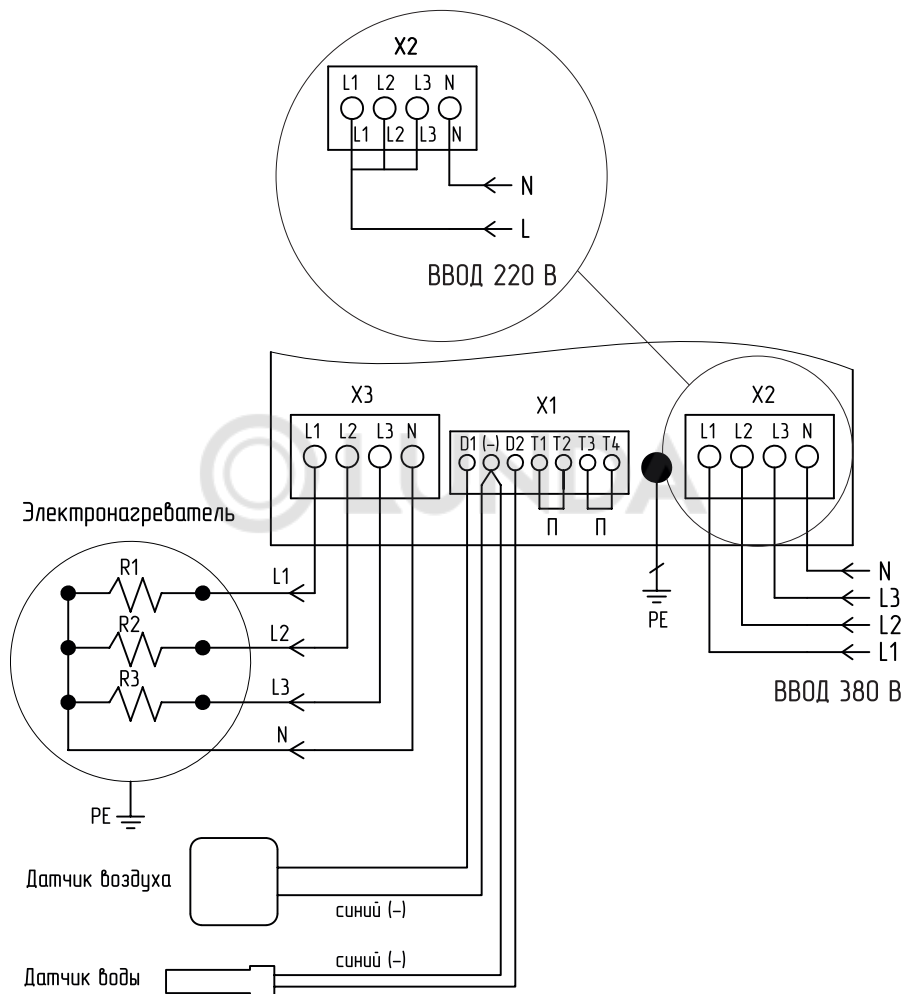

Рис.7 Схема подключения пульта управления
9. Подключите пульт к питающей сети кабелем соответствующего сечения, исходя из номинальной мощности котла или ТЭНБ, согласно схеме подключений (**Рис.7**) настоящего паспорта и инструкции по эксплуатации. Для обеспечения надежного контакта, места присоединения проводов необходимо тщательно затягивать. Ввод кабелей и проводов осуществляется с учетом сохранения степени защиты пульты.
10. При подключении пульта управления к однофазной сети переменного тока соедините вместе клеммы L1, L2, L3 клеммной колодки подключения силовых проводов и подключите их к фазному проводу питающей сети. Нулевой провод питающей сети подключается согласно схеме (**Рис.7**).
- Поместите в него датчик до упора, предварительно смазав термопастой (**Рис.7**);
- Подключите датчики к монтажной колодке X1 в соответствии со схемой (**Рис.7**), обращая особое внимание на полярность датчиков. Провода датчиков синего цвета, помеченные знаком (-) подключаются на клемму колодки X1, помеченную знаком (-) (**Рис.7**). Датчики подключаются медными проводами сечением 0,5-0,75 мм2 необходимой длины. При длине провода более 10 метров желательно использовать провода, свитые в пары (не более 50 метров);
12. Подключите пульт к котлу или твердотопливному котлу с установленным ТЭНБ, согласно схеме подключений (**Рис.7**) кабелем соответствующего сечения, исходя из номинальной мощности котла или комплекта ТЭНБ;
13. Выполните заземление (защитное зануление) корпуса пульта, в соответствии со схемой подключений (**Рис.7**).
- Нулевой рабочий провод сети (N) должен подсоединяться к колодке X2 «НЕЙТРАЛЬ» внутри пульта и к общему проводу ТЭН котла или ТЭНБ;
- Подключить внешний термостат к монтажной колодке X1 вместо перемычки (П) **Рис.7**.
**Внимание!** В случае отсутствия перемычки (П) или срабатывания внешнего термостата, подключенного вместо перемычки к колодке X1 (**Рис.7**) устройство будет отключено.
- Подключить датчик перегрева теплоносителя к монтажной колодке X1 вместо перемычки (П) **Рис.7**.
**Внимание!** В случае отсутствия перемычки (П) или срабатывания датчика перегрева теплоносителя, подключенного вместо перемычки к колодке X1 (**Рис.7**) устройство будет отключено.